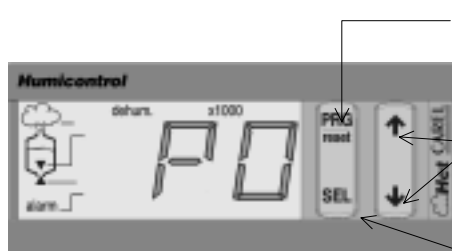

Fig. 11.2.2
1. Appuyer sur la touche PRG pendant environ 5 secondes jusqu'à l'apparition du sigle P0, qui distingue le premier paramètre (voir Fig. 11.2.2);